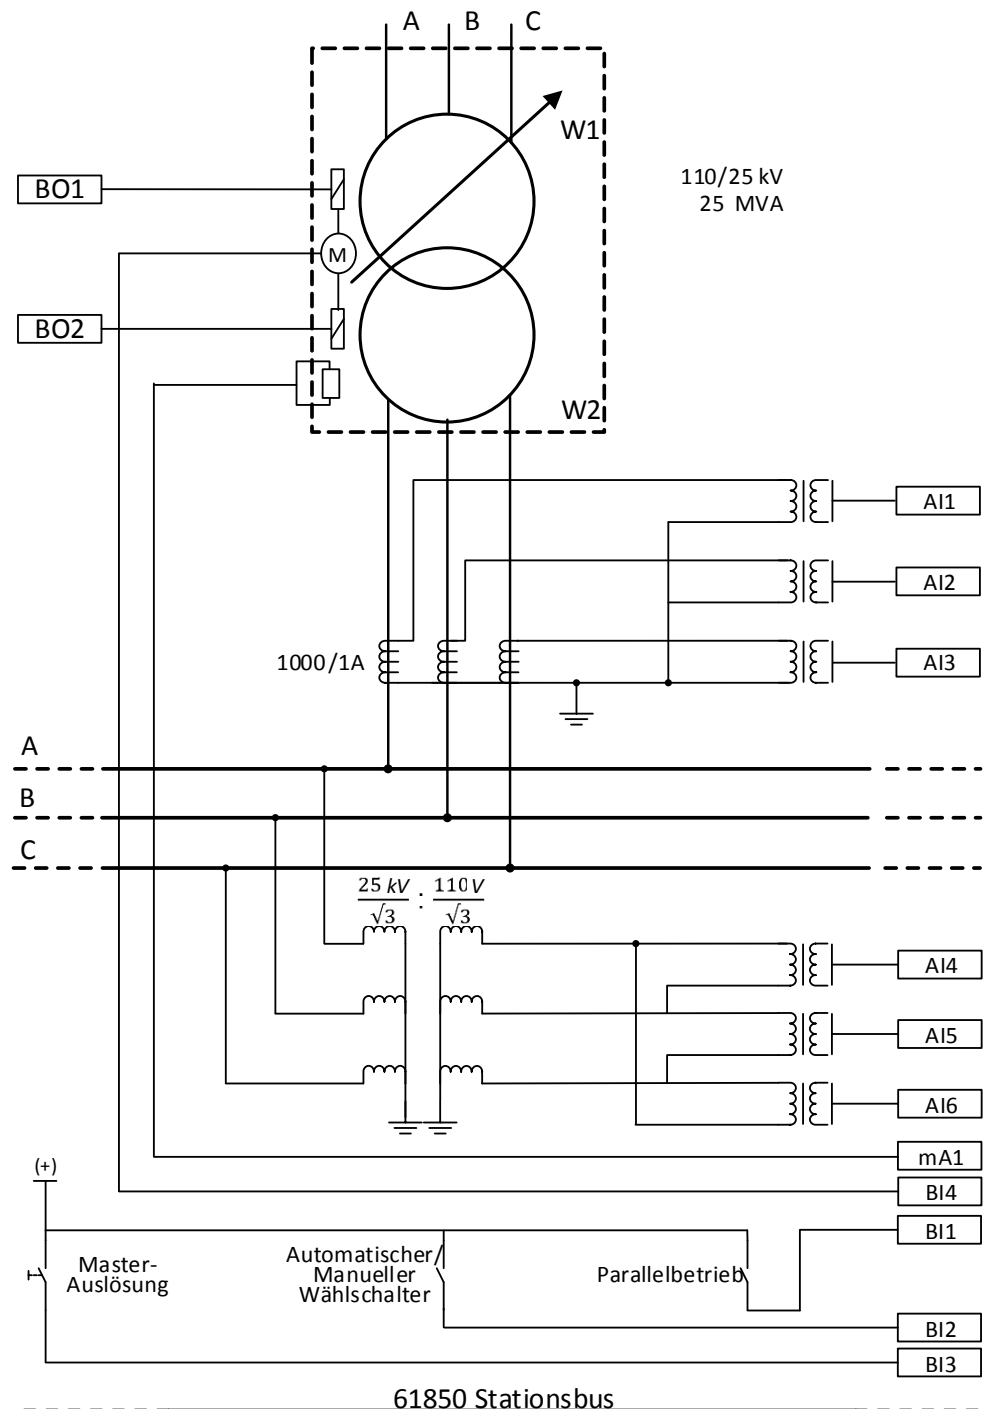

Abb. 45: Relais 1-Schnittstellen und CT/VT-Anschlüsse für TR1 in Beispielfall 3
Abbildung 45 zeigt die Anschlussdetails der Analogeingänge (AI) des Relais (Relais 1), Binäreingänge (BI), Milliampereeingänge (mA) und Binärausgänge (BO) für Transformator TR1 im Beispielfall. Die CT-Anschlüsse für die Leiterspannungsmessungen in allen Leitern und der VT-Anschluss für die Spannungsmessung an der MS-Seite werden in der Abbildung ebenfalls dargestellt.